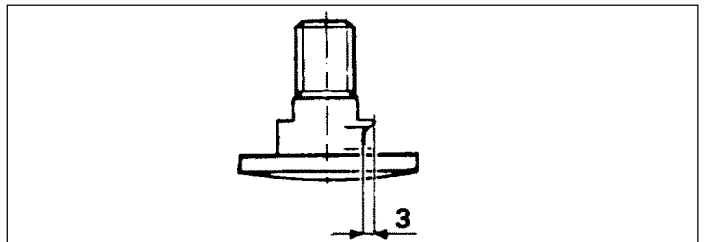

Fig. 23
- la **vis de fixation** est usée dans la zone de retenue du couteau : si le diamètre est de 3 mm / 0,11 inch. inférieur au diamètre d'origine (fig. 23).